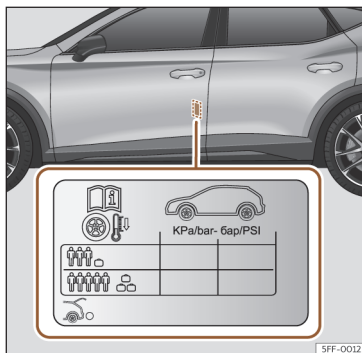

Fig. 219 Localização do autocolante da pressão de ar dos pneus.
- Adapte a pressão dos pneus à carga transportada pelo veículo»» **Fig. 219**.
Os valores da pressão de enchimento indicam-se na etiqueta autocolante situada na zona posterior da moldura da porta dianteira esquerda»» **Fig. 219**.
A pressão dos pneus tem de ser ajustada à carga momentânea do veículo. Se pretender utilizar o veículo com a carga máxima, terá de aumentar a pressão dos pneus para o valor máximo indicado na etiqueta»» **Fig. 219**.
pressão segundo indicado na etiqueta de pressão dos pneus»» **Fig. 219**.
- O condutor é responsável por garantir que todos os pneus do veículo estejam cheios com a pressão correta. A pressão de ar recomendada está indicada num autocolante»» Fig. 219.
- Com os pneus a frio, deve manter-se sempre a pressão indicada no autocolante»» Fig. 219.